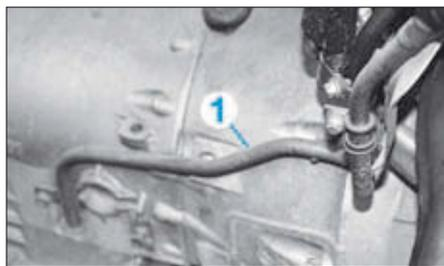

FIG. 1
- le tube de niveau d'huile (1) de transmission automatique (Fig.1),